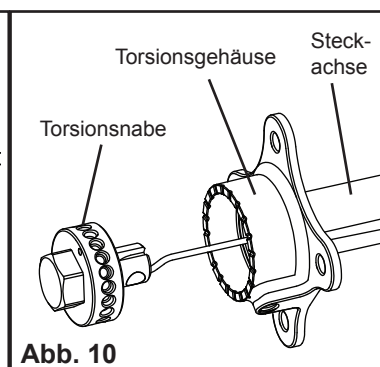

Abb. 10
16. Die zusammengebaute Torsionsnabe mit Torsionsfeder in das Torsionsgehäuse und die Steckachse einsetzen, bis die Torsionsnabe bündig mit dem Torsionsgehäuse ist (Abb. 10).